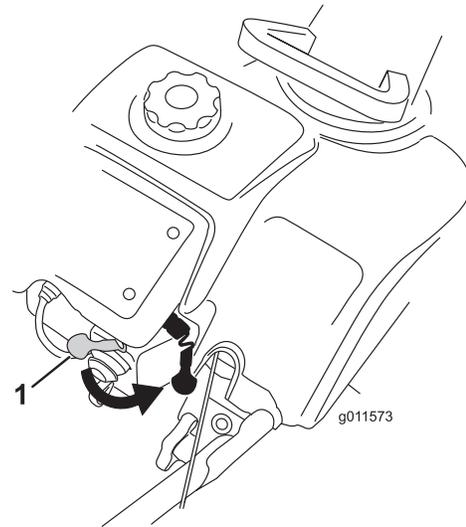

Figure 12
2. Déplacez la commande de starter complètement vers la droite (Figure 12).